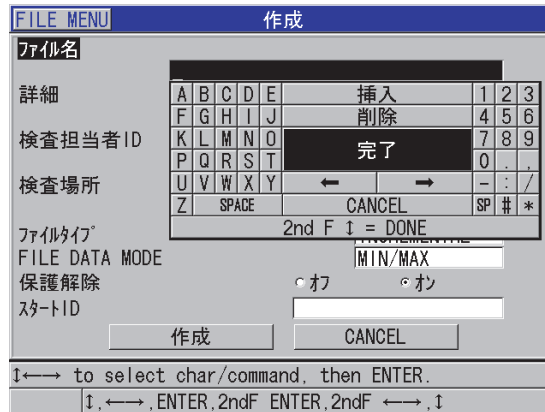

図 11-4 インクリメンタルファイルタイプのための作成画面
2. 作成画面で、以下の操作を行います（179 ページの図 11-4 参照）。